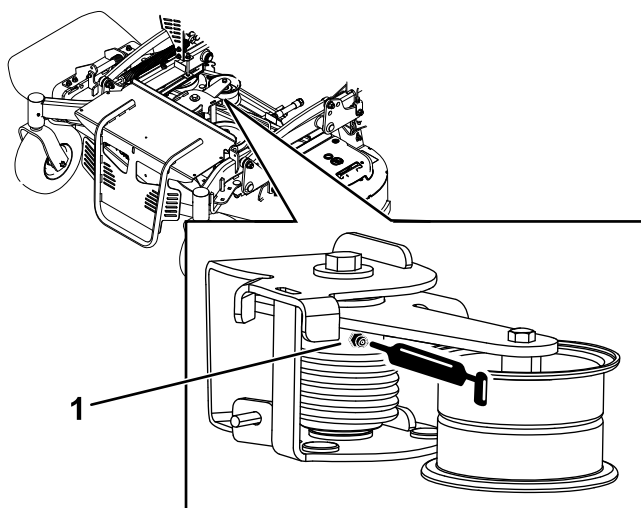

Figura 38
3. Lubrifique o rolete de torsão no cortador utilizando o lubrificante de altas temperaturas no bocal de lubrificação que se mostra na Figura 38.